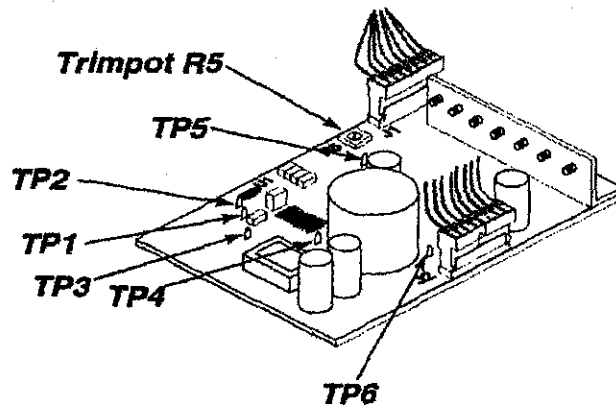

Abbildung 3
- Die Lage der Testpunkte und Potis ist in Abb. 3 dargestellt.